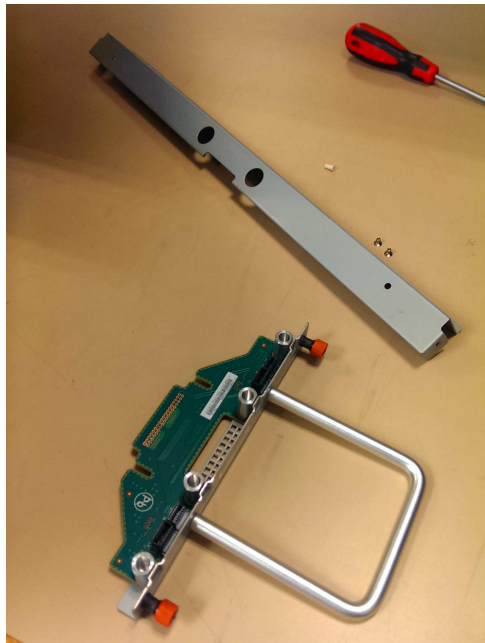

Figure 92. Pièces de FIB du châssis
1. Assembler la nouvelle FIB, le couvercle et les vis du couvercle (voir figure 92) dans un endroit sûr.